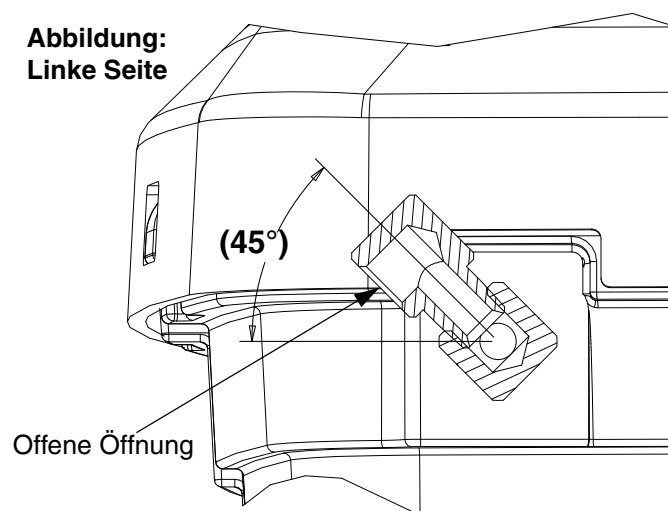

ABB. 21: Ausrichtung der Entlüftungsfittings
Äußeren ummantelten Bereiche nicht vollständig befüllen, wenn Umlaufsatz für Trichter oder Schlauch verwendet wird. Siehe Füllanleitungen im Handbuch des Umlaufsatzes für Trichter oder Schlauch. Überfüllen kann während der Inbetriebnahme Überlaufen des Heizungsmaterials an Entlüftungsfittings (siehe ABB. 21) verursachen.
4. Entlüftungsfittings können auf einer der Seiten installiert werden. Siehe ABB. 21 für korrekte Ausrichtung der Entlüftungsfittings.